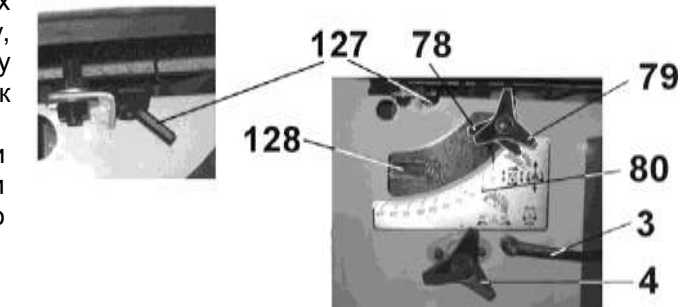

Рис. 31
9.3. Пиление с подрезным диском, Рис. 31 - 33
- 9.3.1. Для пиления с подрезным диском (78) шестигранный ключ (127) через отверстие корпуса станка, Рис.31, вставьте в шляпку болта. Поворотом шестигранного ключа (127) поднимите подрезной диск (78).